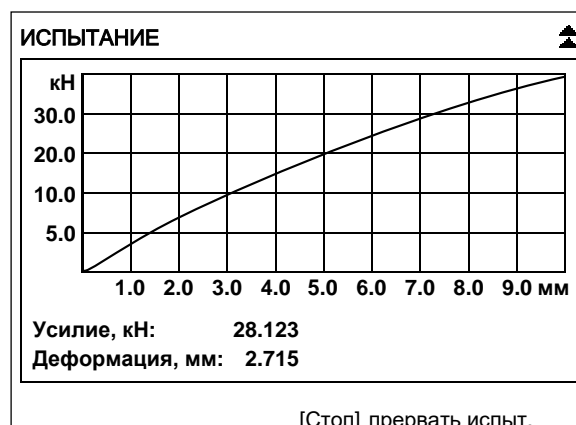

Рисунок 14 – График
- 4.5.3.8 После того, как нагрузка на образец превысит величину, заданную параметром **«Порог касания»** в меню настроек (п.п.4.10.1, страница 29), на дисплее отображается график (рисунок 14).